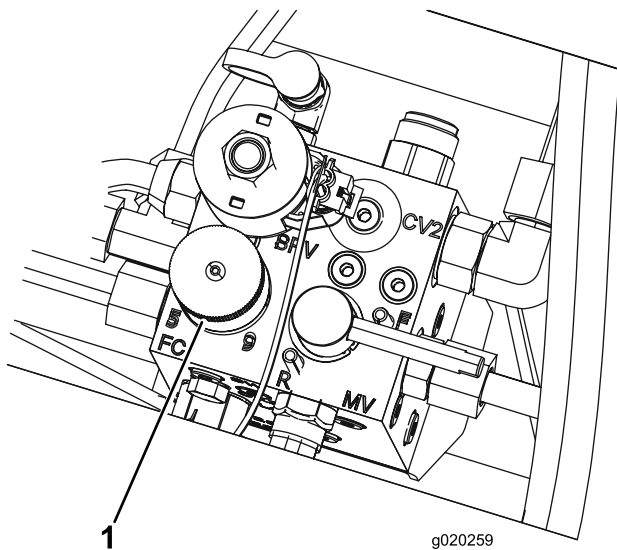

Figura 32
4. Para ajustar a velocidade dos cilindros, rode o manípulo (Figura 32) até que a seta indicadora fique alinhada com o número que designa o ajuste desejado.